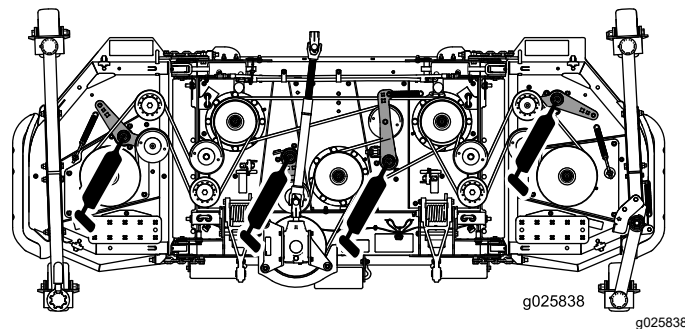

Figure 15
- Pivots de bras de renvoi (4) (Figure 15)